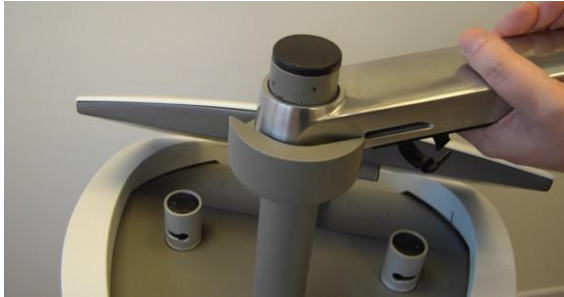

Figure 3-6. Insertion du bras articulé sur son pivot
2. Insérez la base du bras articulé sur son pivot sur la console du système, comme illustré sur la Figure 3-6.